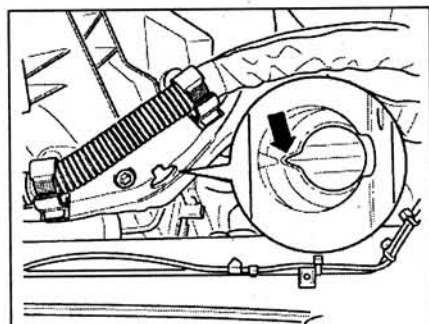
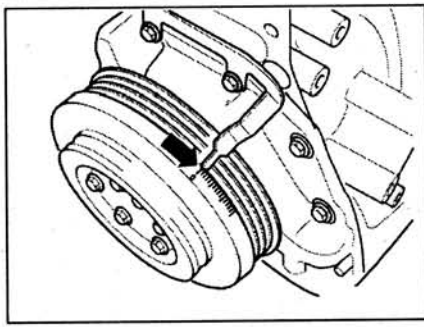

Рис. 3.40. Установите поршень 1-го цилиндра в ВМТ, прокрутив коленчатый вал. Метка ВМТ на маховике должна совпасть с меткой на промежуточном фланце (стрелка).
Рис. 3.41. Метка ВМТ на шкиве коленчатого вала/демпфере должна совпасть с указателем (стрелка).
7. Установите поршень 1-го цилиндра в ВМТ, прокрутив коленчатый вал (рис. 3.40). Метка ВМТ на маховике должна совместиться с меткой на промежуточном фланце (стрелка). Также в этом положении метка ВМТ на шкиве коленчатого вала/демпфере должна совместиться с указателем (стрелка) (рис. 3.41).
7. Установите поршень 1-го цилиндра в ВМТ, прокрутив коленчатый вал (рис. 3.40). Метка ВМТ на маховике должна совместиться с меткой на промежуточном фланце (стрелка).